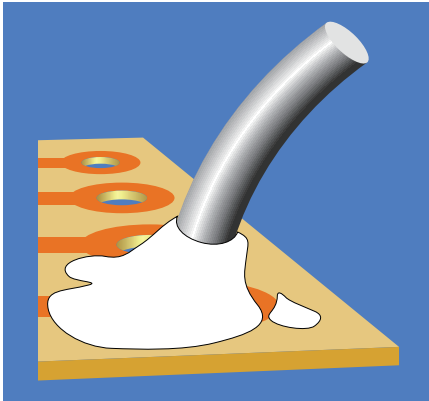

图 4-53 使用焊料过多，容易流到不需要的地方
**1. 焊料过多。**在你意识到这一点之前，焊料就会穿过电路板，碰到下一根铜印制线，附着在上面，如图 4-53 所示。当这种情况发生时，你可以尝试用吸焊设备吸收焊料，或者用小刀刮除。我个人比较喜欢用刀刮，如果用橡胶球或吸焊线进行清理，会有一些焊料遗留。